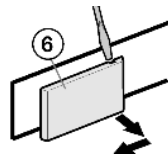

Fig. 6
- ▶ Détacher le cache côté poignée Fig. 6 (6) à l'aide d'un tournevis, puis le retirer en le tirant vers l'extérieur.